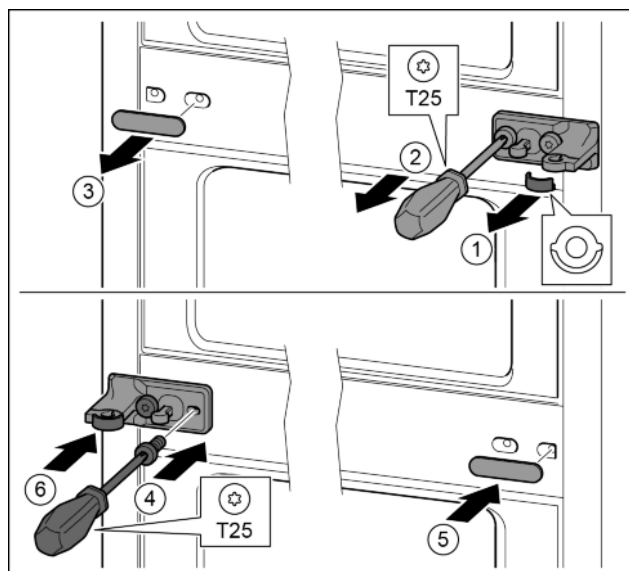

Fig. 34
- ▶ Снять шайбу. Fig. 34 (1)
- ▶ Выкрутить винты отверткой T25. Fig. 34 (2)
- ▶ Осторожно снять крышку. Fig. 34 (3)
- ▶ Плотнo прикрутить опорный кронштейн с подкладкой с поворотом на 180° с другой стороны. Fig. 34 (4)
- ▶ Установить крышку с поворотом на 180° с другой стороны. Fig. 34 (5)
- ▶ Спереди надвинуть шайбу. Fig. 34 (6)